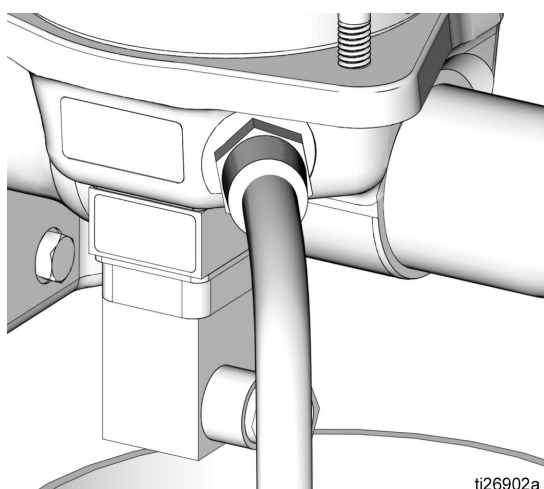

FIG. 13
3. Chiudere la **valvola di intercettazione (V)** per disattivare il **sistema di alimentazione dell'olio (DD)**.
5. Scollegare la **linea di alimentazione (G)** dalla **mandata della pompa (E)**.
6. Allentare lentamente e rimuovere la linea di alimentazione dalla base della pompa e scaricare l'olio dalla pompa (FIG. 13).